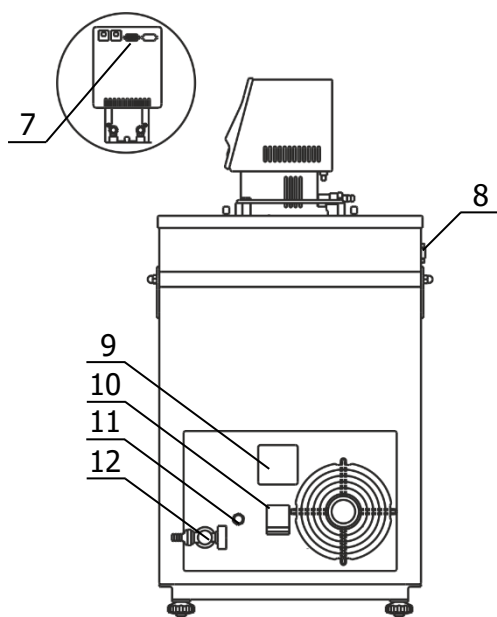

Рисунок 4 — Правая панель термостата
2.2.4 К переливному штуцеру 11 (рисунок 4) присоединить гибкий шланг, второй конец которого опустить в емкость для сбора излишков теплоносителя объемом 1.5–2 литра.
2.2.7 Вставить вилку сетевого кабеля блока регулирования в розетку 9 (рисунок 4). Соединить кабелем из комплекта поставки блок регулирования (разъем 7) и холодильную машину (разъем 8). Сетевой кабель термостата подключить к питающей сети. Для этого в лабораторном помещении должна быть установлена электрическая розетка из комплекта поставки термостата.
2.2.8 Автоматический выключатель 10 (рисунок 4) перевести в положение «включено».
2.2.11 Для заполнения соединительных шлангов и устранения воздушных пробок при первом запуске термостата, необходимо включить блок регулирования в режиме прокачки. При работе циркуляционного насоса уровень теплоносителя во внутренней ванне понизится, что может привести к срабатыванию защиты от недостаточного уровня теплоносителя. Доливать теплоноситель следует до тех пор, пока он не начнет переливаться через штуцер 11 (рисунок 4).
2.4.2 Надеть сливной шланг из комплекта поставки на кран 12 (рисунок 4) и закрепить его хомутом. Свободный конец шланга опустить в емкость для сбора теплоносителя объемом, превышающим объем термостата.